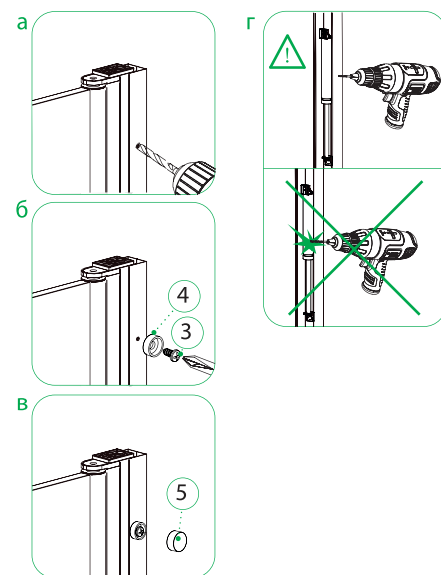

Рис. 8/8-сур.
ло с алюминиевым профилем (8), используя шурупы (3) к пристенному профилю (9), как показано на рисунке 8. ВНИМАНИЕ! При сверлении центрального отверстия в профиле, будьте осторожны и не повредите внутреннюю конструкцию подъемного механизма (рисунок 8-г)
4. Установите ручку-полотенцесушитель (7) и нижний уплотнитель (10), как показано